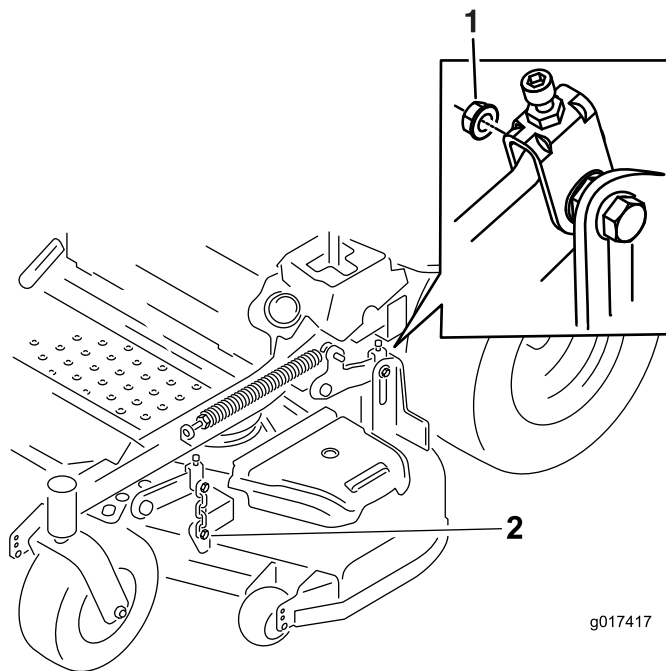

図 81
7. 図 81に示すように、デッキの両側から金具類を外し、なくさぬように保管する。